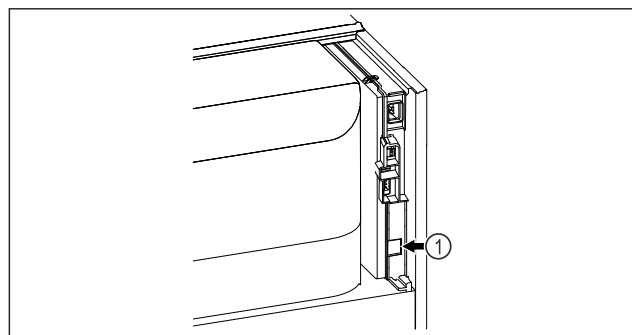

Fig. 101
- ☐ SmartModule Fig. 101 (1) è inserito.